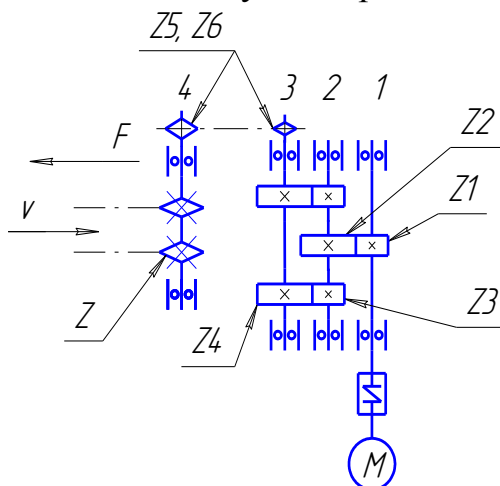

Рис. 8
8. Рассчитать кинематические и динамические параметры кинематической схемы электропривода цепного конвейера (рис. 8).  $F = 11$  кН – нагрузка на цепь конвейера,  $V = 0,35$  м/с – скорость конвейера,  $t = 80$  мм – шаг цепи конвейера,  $z = 8$  – число зубьев приводных звездочек конвейера.